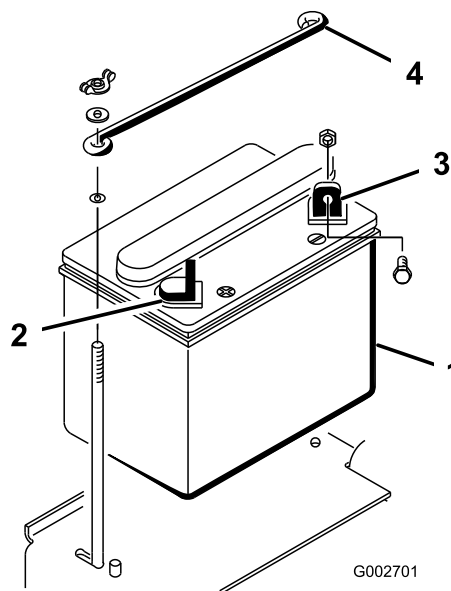

Figura 5
1. Coloque bateria no lugar, com o terminal negativo voltado para a parte de trás da máquina (Figura 5).